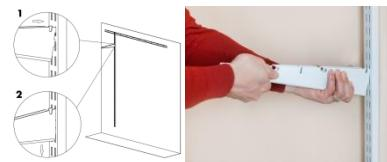

Рис.3
- Вставляем кронштейн в специальные пазы в направляющей на запланированном расстоянии на выбранной высоте (рис. 3)